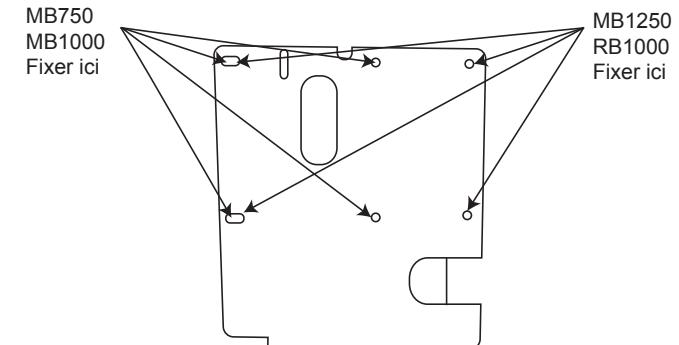
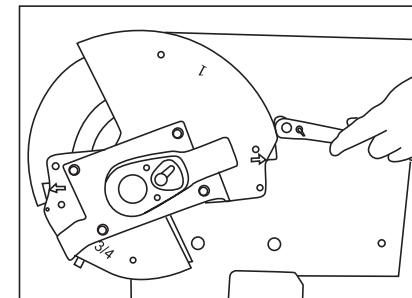

Fig. 1
Fig. 2
2. Pour installer le sabot de cintreuse (1) EMT MBCCH-750 / MBCCH-1000, sortir la tête du sabot et le matériel de montage de la boîte, puis tenir la plaque de montage avec le bloc du coulisseau (5) de conduit dans le coin inférieur droit. Attachez le sabot de cintrage (1) à la plaque de fixation carrée sur la station de travail BENDstation™ ou la plateforme de cintrage BEND-dolly™. En regardant la station de travail BENDstation™ ou la plateforme de cintrage Benddolly™ de côté (côté plat de la plaque de montage face à vous). Utilisez quatre ouvertures de boulons à gauche pour monter le MBCCH-750 / MBCCH-1000 et utilisez quatre ouvertures de boulons vers l'extérieur pour monter le sabot de cintrage MBCCH-1250 / RBCCH-1000 sur le cadre de la plateforme (Fig. 1). Fixer le sabot au moyen du matériel fourni et serrer fermement à l'aide d'une clé à cliquet et d'une clé (Fig. 2). Il pourrait s'avérer nécessaire de tourner manuellement le sabot de cintrage (1) pour accéder aux quatre ouvertures de boulon.